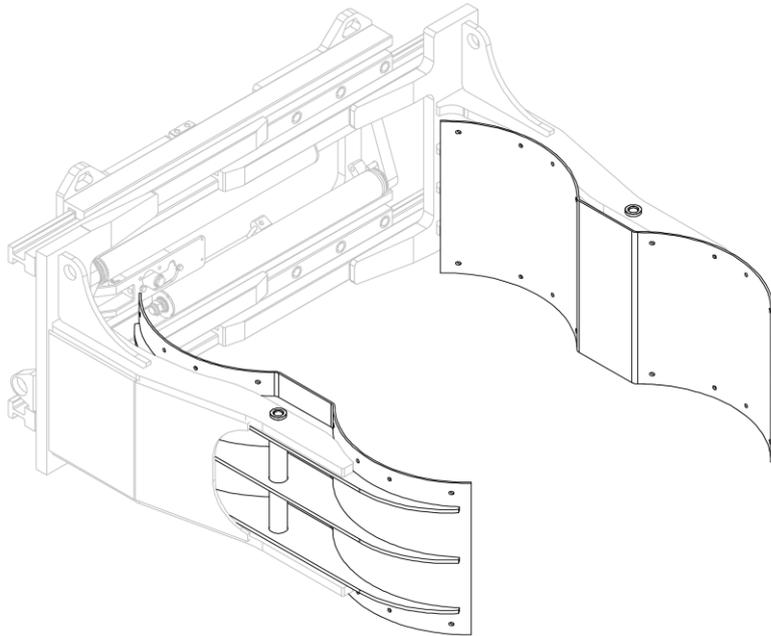
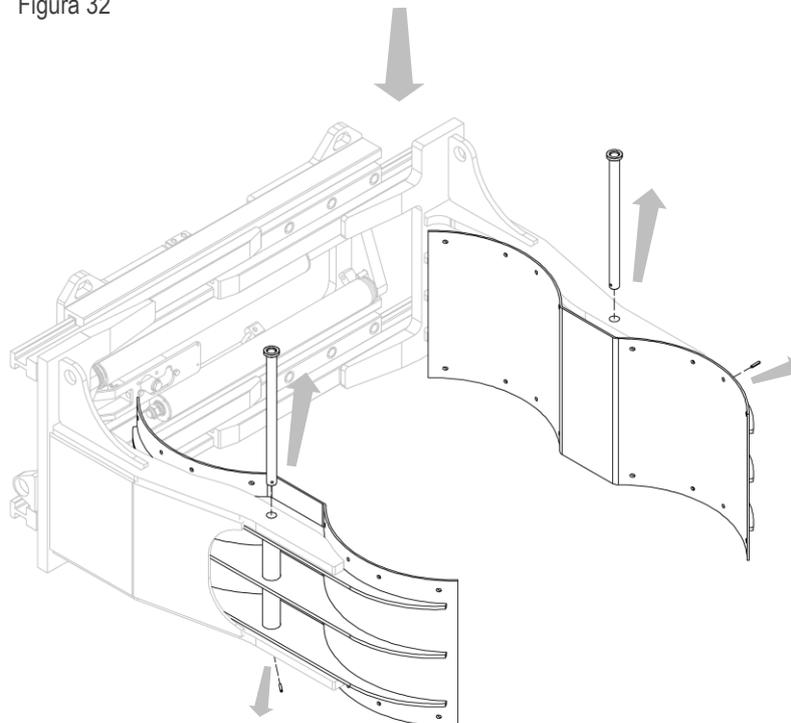

Figura 32
Figura 33
3. Rimuovere le ganasce dalle forcelle (vedi *Figura 32* e *Figura 33*).